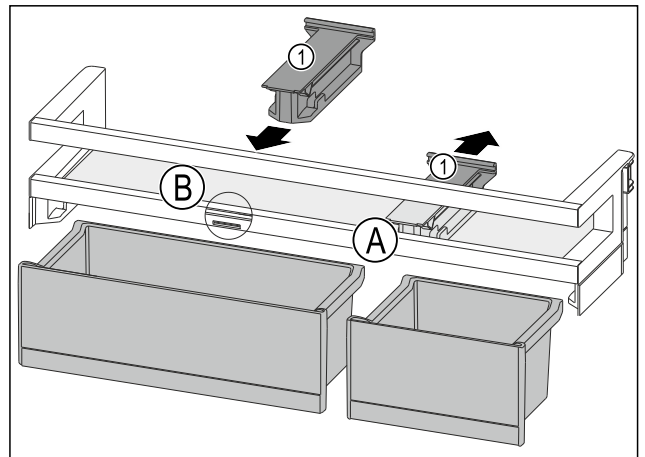

Fig. 190
- Haltebolzen Fig. 190 (1) in Position Fig. 190 (A) nach hinten abziehen.
- Haltebolzen Fig. 190 (1) in Position Fig. 190 (B) einsetzen.